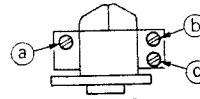

Abb. 9
1) Den Bandsortenwahlschalter auf METAL stellen und einen Meßstab in den Pin des Anschlusses (P33) für den Löschkopf wie Abb. 9 gezeigt einsetzen.